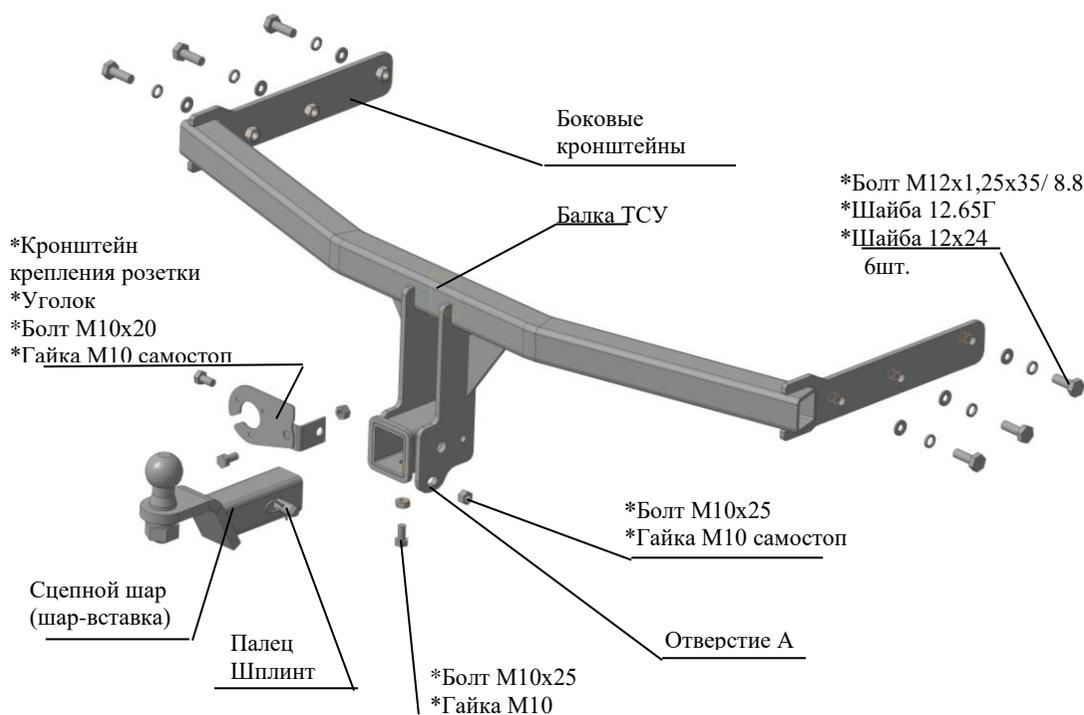

Рис.1 Тягово-сцепное устройство 8125
2.1 ТСУ 8125 в сборе (рис.1)	1 шт.
2.2 Пакет с комплектующими (см. рис.1)	1 шт.